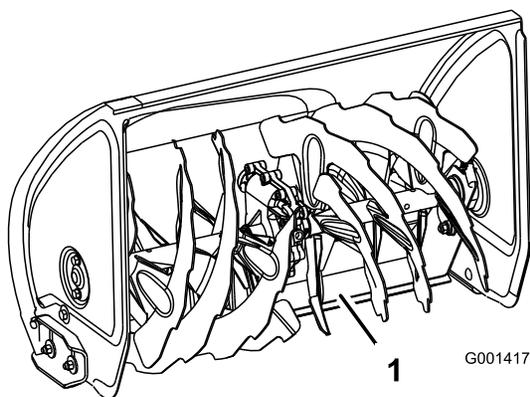

Figura 44
4. Premete le stegole fino a portare il raschiatore orientabile completamente in avanti, quindi abbassate la parte anteriore dello spazzaneve finché il bordo superiore del raschiatore orientabile non tocca il terreno (Figura 44).